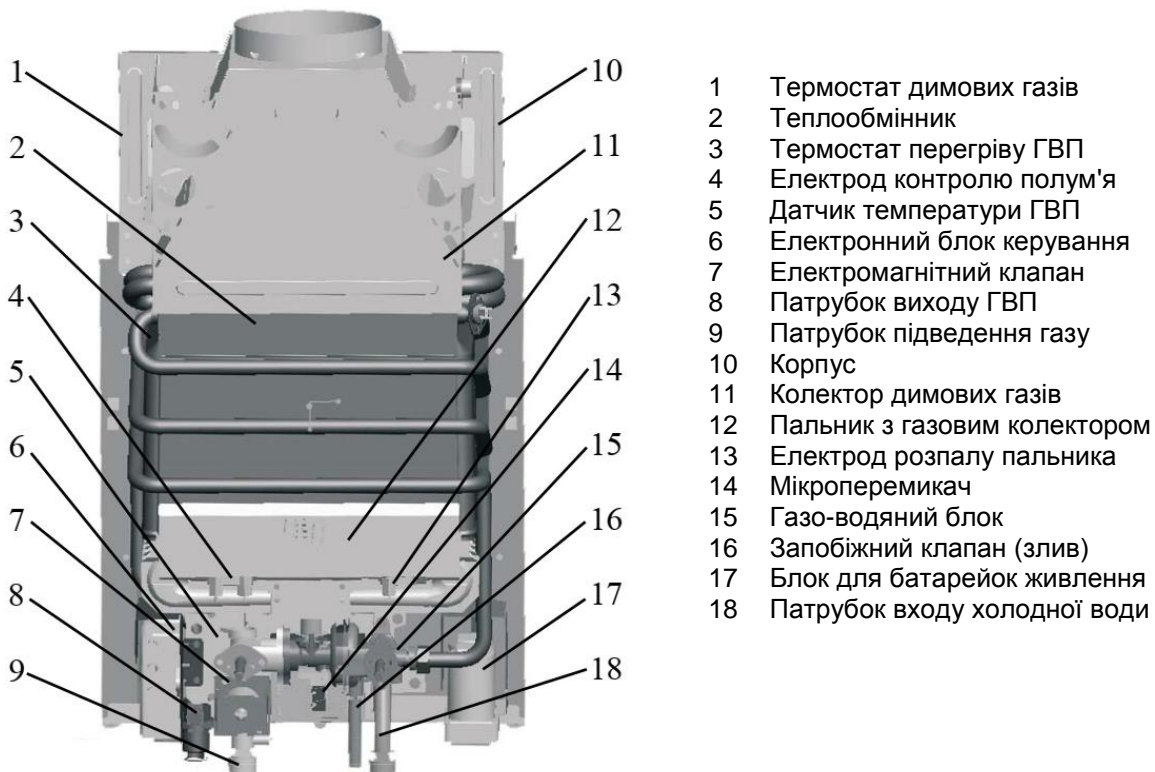

Рис. 1 Складові частини пристрою
2.4.1 Пристрій настінного типу має прямокутну форму, утворену знімним облицюванням, установленим на корпусі (поз.10 на рис.1).
2.4.2 У пристрої застосована автоматична електронна система розпалу, яка отримує живлення від двох батарейок типу R20 з напругою по 1,5 В, розташованих у батарейному відсіку (поз.17 на рис.1).
**Газо-водяний блок** (поз.15 на рис.1) призначений для вмикання пристрою та забезпечення регулювання температури води і витрати газу. Вузол складається з двох регуляторів: водяного і газового. Конструкція водяного регулятора забезпечує доступ газу до основного пальника тільки за наявності потоку води, одночасно забезпечуючи спрацьовування електромагнітного клапана (поз.7 на рис.1). Конструкція газового регулятора є частиною газової арматури, яка регулює подачу газу на пальник.
**Пальник з колектором** (поз.12 на рис.1) призначений для запалення повітряно-газової суміші, яка подається в місце горіння.
**Теплообмінник** (поз.2 на рис.1) (система: продукти згорання - вода) є частиною водяної арматури, у якій відбувається теплообмін між гарячими продуктами згорання пальника і водою, що протікає по трубах теплообмінника. Він має спеціальне покриття, яке забезпечує його додатковий захист від окиснення, що значно продовжує строк його служби.
**Термостат перегріву води** (поз.5 на рис.1) забезпечує відключення водонагрівача при нагріванні води вище 80°C, запобігаючи утворенню накипу у трубках теплообмінника, що збільшує термін служби водонагрівача.
**Термостат димових газів** (поз.1 на рис.1) призначений для відключення пристрою у разі відсутності тяги у димоході.
**Колектор димових газів** (поз.11 на рис.1) призначений для відводу продуктів згорання у димохід і служить місцем встановлення термостату димових газів (поз.1 на рис.1).
**Електрод розпалу пальника** (поз.13 на рис.1), утворюючи іскрові розряди протягом 5 с при вмиканні пристрою (під час пропускання води через пристрій), розпалює пальник.
**Електрод контролю полум'я** (поз.4 на рис.1) забезпечує контроль горіння пальника та автоматичне відключення подачі газу на пальник при його згасанні.
**Датчик температури гарячої води** (поз.5 на рис.1) являє собою термопару і видає на цифровий індикатор змінну ЕРС, величина якої залежить від ступеня нагрівання датчика (відображується у вигляді температури ГВП).
**Запобіжний клапан** (поз.16 на рис.1) призначений для зливу води з водонагрівача без його від'єднання від трубопроводів (шляхом повороту клапана) і скидання тиску під час різкого підвищення тиску води у системі.